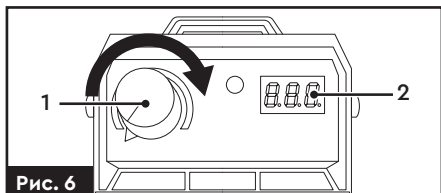

Рис. 6
2. Поворотом регулятора (1) (рис. 6) зварювального струму за годинниковою стрілкою, встановіть необхідну величину струму, яка дублюється на цифровому дисплеї (2).